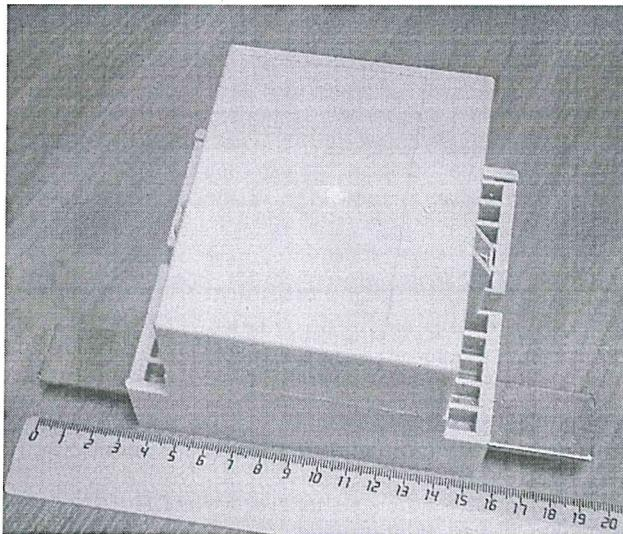

Рисунок 1
1.1 В качестве образцов для межлабораторных сличений VITCSMS-IC-E-04 (далее МЛС) используются 5 макетов внешний вид которых представлен на рис. 1,